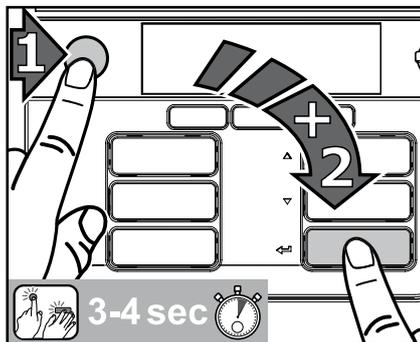

Fig. 24
1. Em primeiro lugar, prima a tecla STOP, depois, a tecla Enter ◀ e mantenha ambas as teclas premidas simultaneamente durante 3-4 segundos para ativar o modo de limpeza. (Fig. 24)